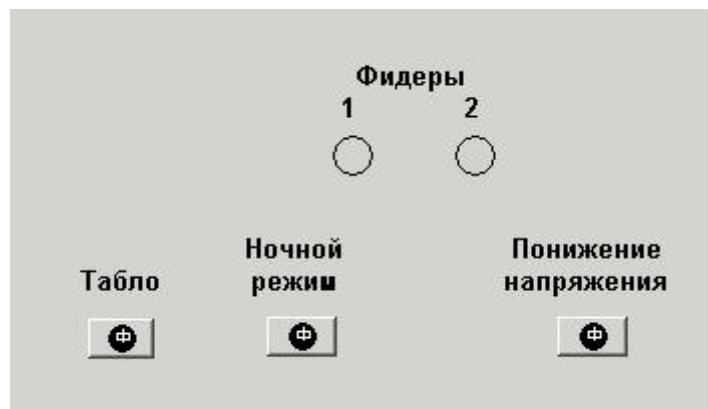

Рисунок 13
- кнопка «Понижение напряжения» двухпозиционная с фиксацией, пломбируемая. Служит при нажатии для двойного снижения напряжения на лампах светофоров и маршрутных указателях. Нажатие этой кнопки производится по приказу маневрового диспетчера (рисунок 13);